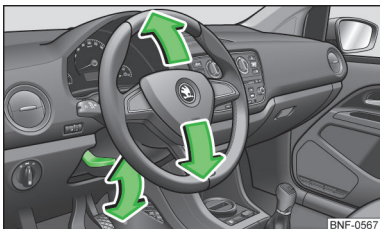

Fig. 2
- > Rabatați în jos maneta de siguranță de sub volan » fig. 2.